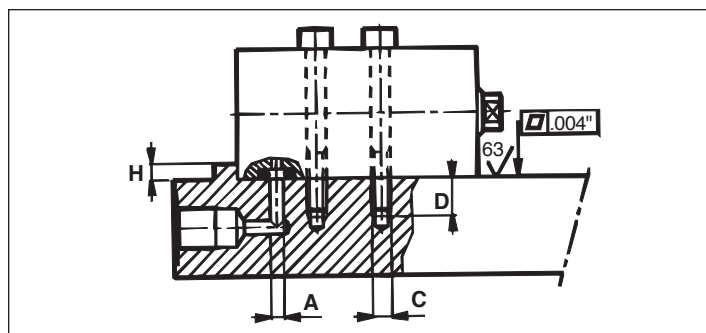

Figure 1, Montage du distributeur
5.1 Montage du distributeur : (Voir Figure 1)